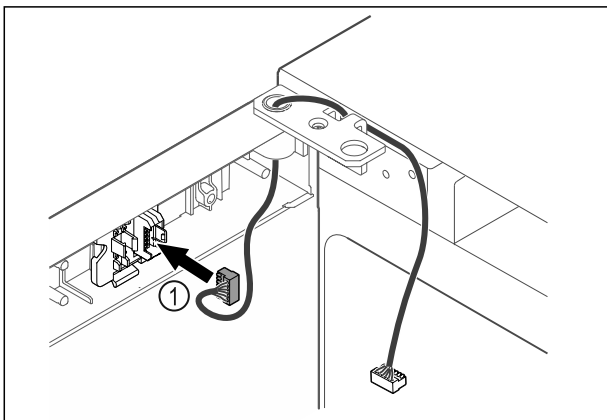

Fig. 59
- Zasuňte zástrčku Fig. 59 (1) do držáku zástrčky.